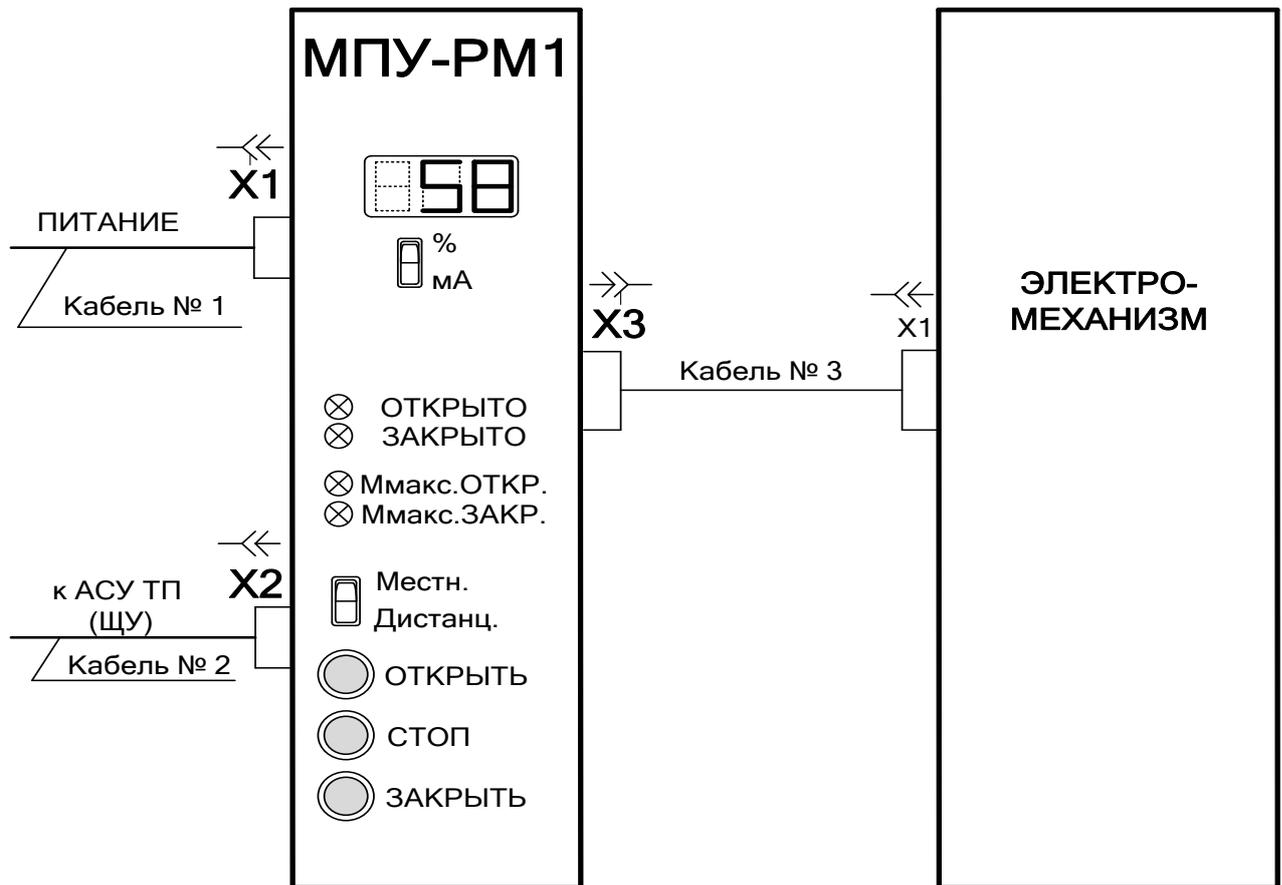

Рис.3 Схема электрическая подключений электромеханизма с использованием местного пульта управления МПУ-PM1
2.3.4 Произвести **распайку ответных частей штепсельных разъемов X1, X2 и X3 пульта МПУ-PM1 (см. рисунок 3)**, входящих в комплект поставки МПУ-PM1, в соответствии с требуемым вариантом его использования, как описано ниже.